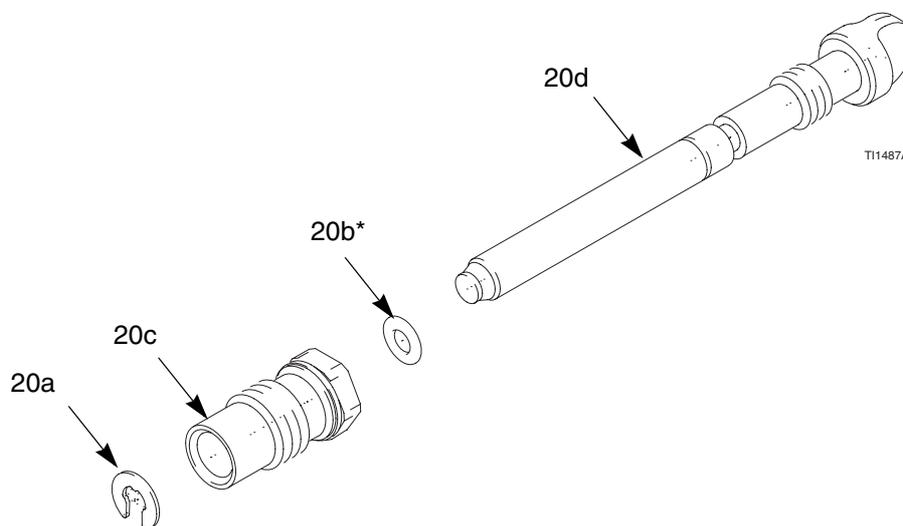

Abb. 19. Hornluftventil
3. Haltering (20a) entfernen. Siehe Abb. 19.